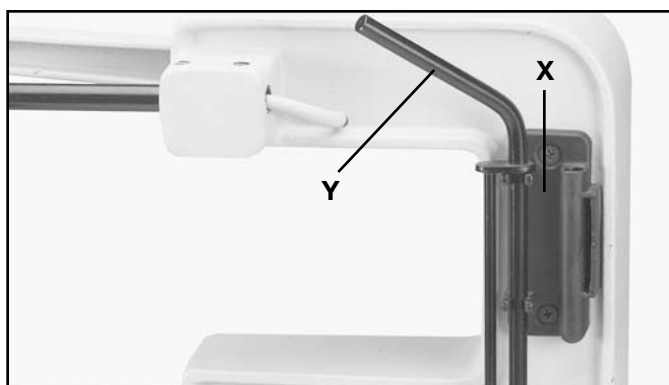

Fig. 13
11. El portaherramientas (X) Fig. 13 se utiliza para sostener la llave de cambio rápido de hoja Quickset (Y) (para remover la hoja del detentor de hoja inferior), la llave Allen y hojas extra (O), y la llave especial (Z) (para ajustar la acción de abrazadera del detentor de hoja superior).